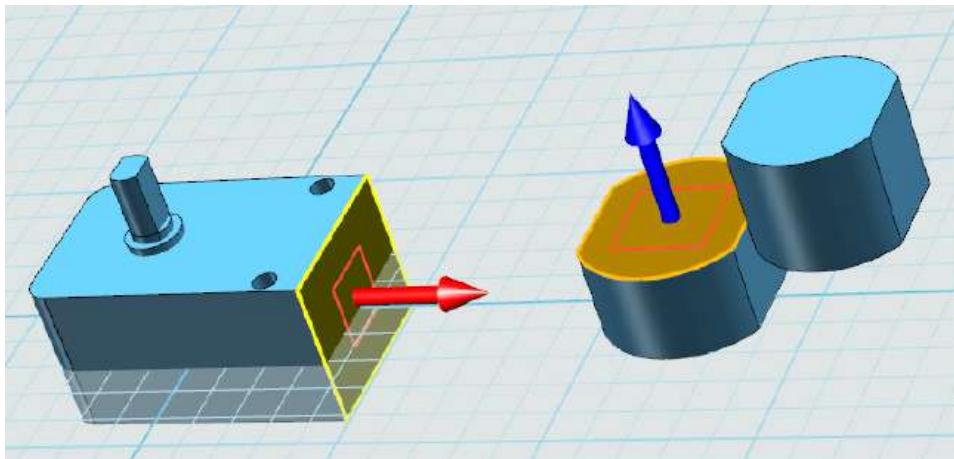

图 15-32
17.点选左侧的自动吸附选项，先点需要移动的模型，再点不需要移动的模型。如图 15-32、15-33、15-34 所示。